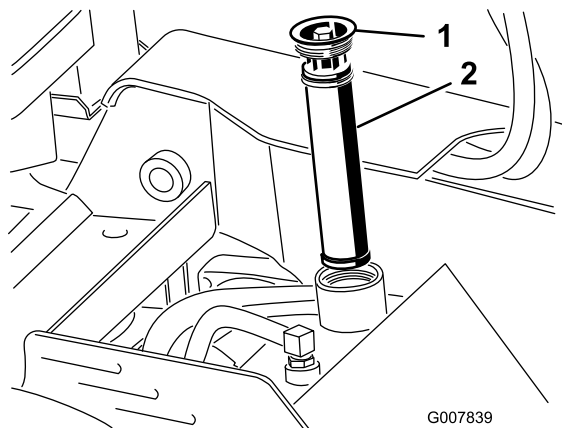

Figura 19
5. Limpie la zona alrededor del cuello de llenado del depósito de aceite hidráulico, y retire el tapón y el filtro del cuello de llenado usando una llave de tubo (Figura 19).